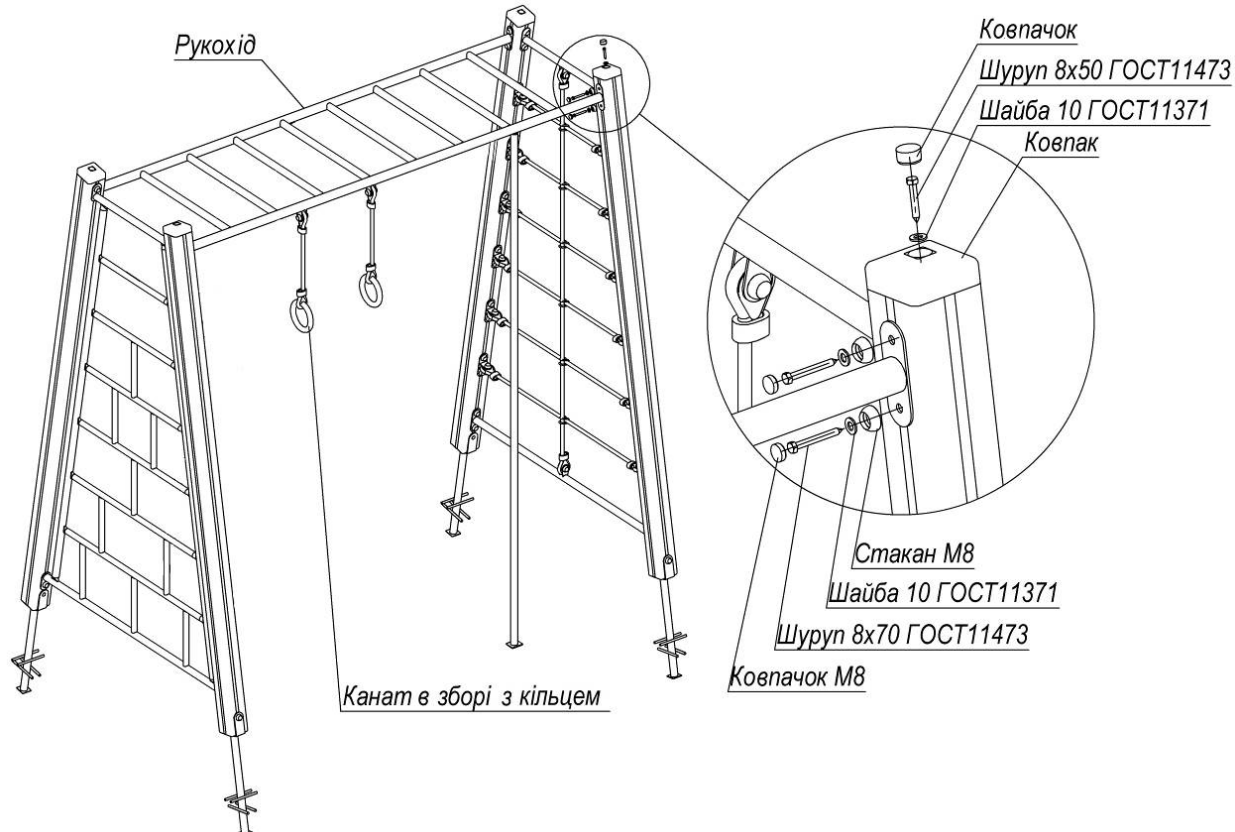

Рис.6
- 9) Зібраний рукохід з гімнастичними елементами закріпити між парами брусів. Приєднати їх за допомогою рукоходу. Торці брусів закрити ковпачками (рис.6):